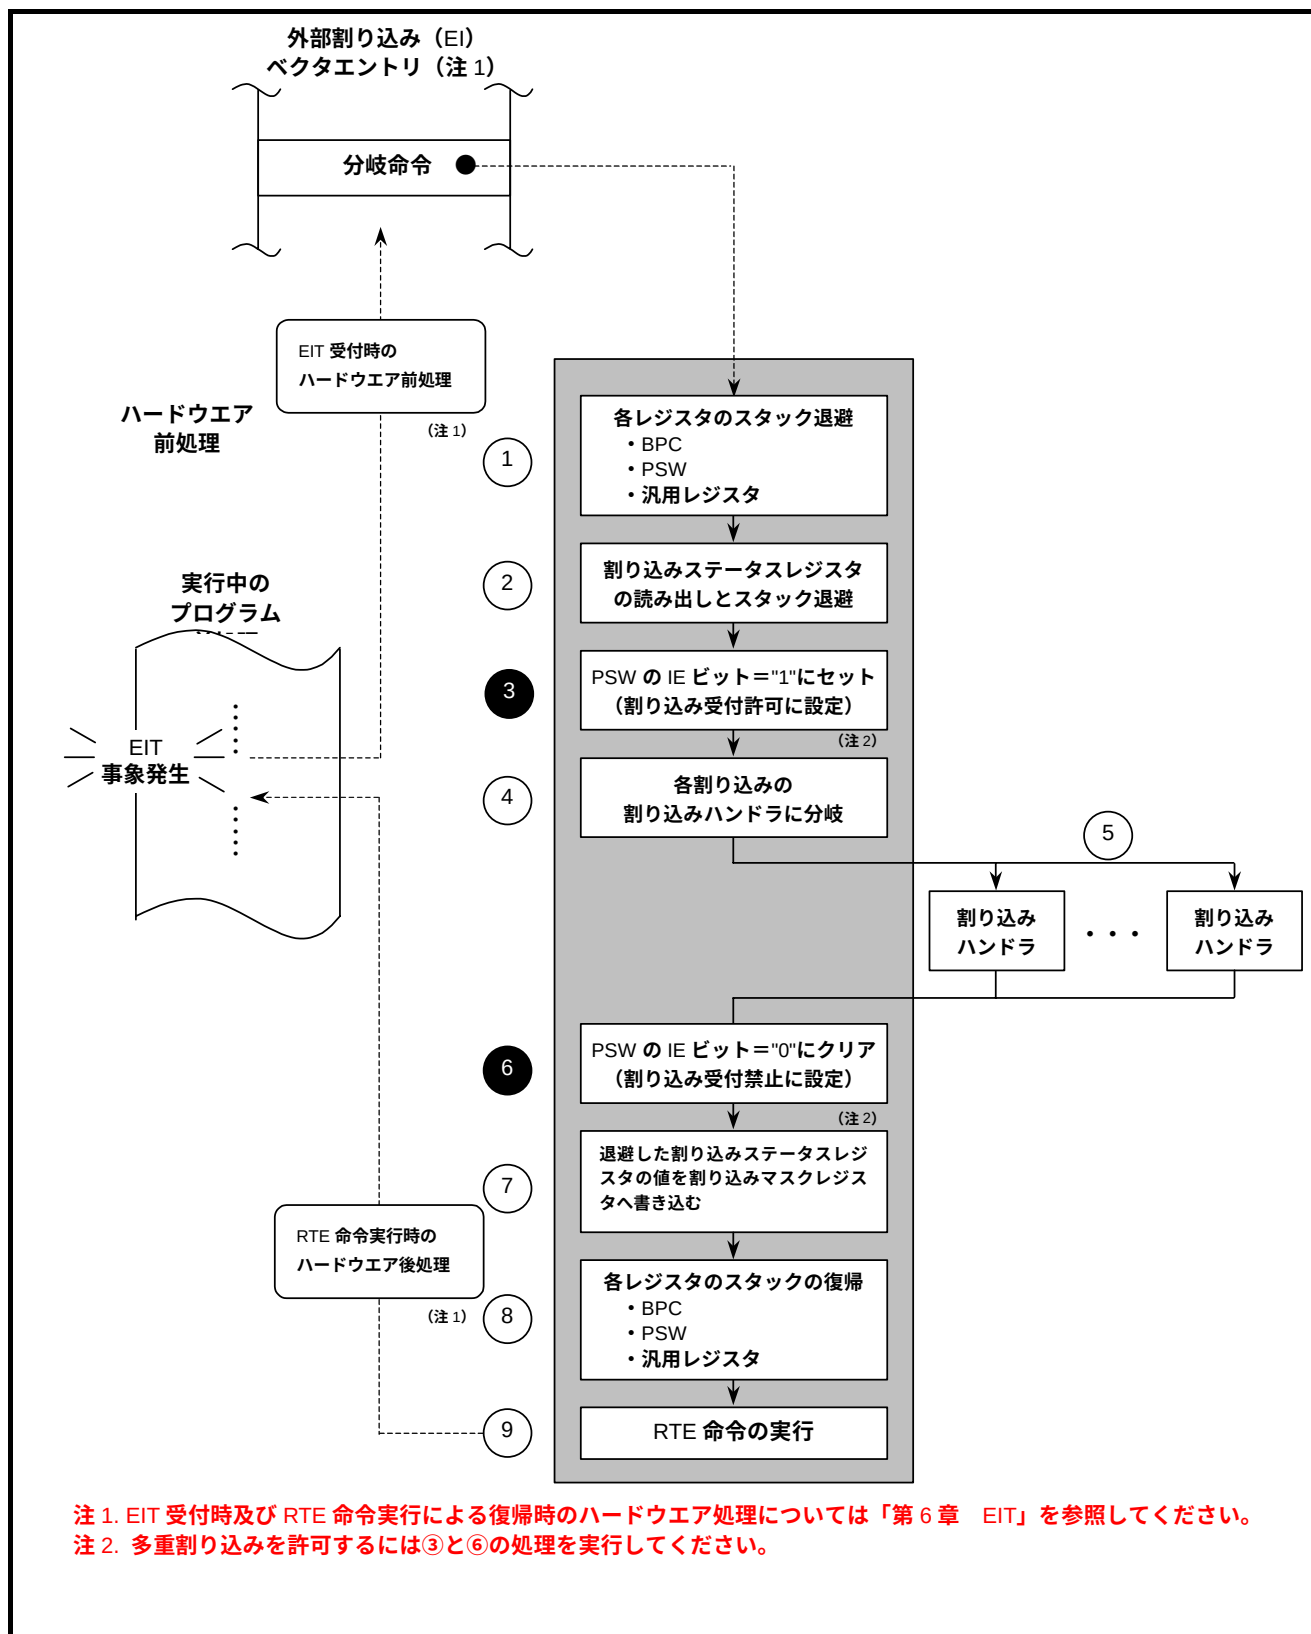

図8.4.6 外部割り込み (EI) ハンドラ処理例
8.4.4 外部割り込み (EI) ハンドラ処理例
以下に割り込み発生時の動作例について説明します。また、図8.4.6に外部割り込み (EI) ハンドラのハンドラ処理例を示します。
(1) 外部割り込み (EI) ハンドラへの分岐